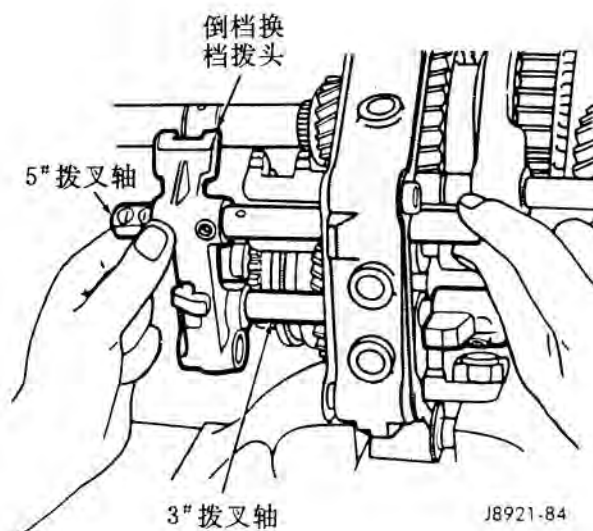

图 84 安装倒档换挡拨头
(12) 组装倒档换档拨头和 5th 拨叉轴。
(13) 把 5th 拨叉轴安装到中间隔板上, 同时使倒档换档拨头套在 3rd 拨叉轴上 (图 84)。